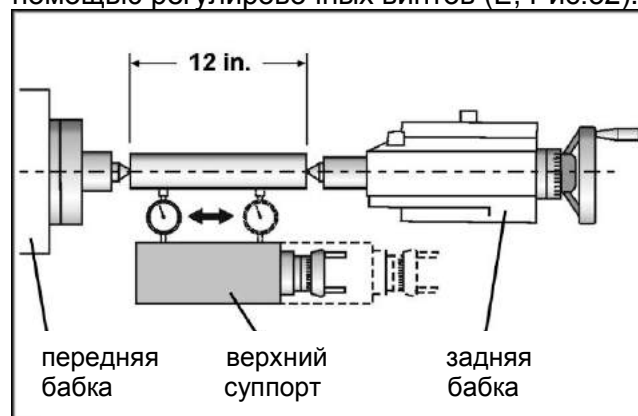

Рис.35
1. Установите в центрах станка контрольную оправку длиной около 300 мм. (Рис.35).